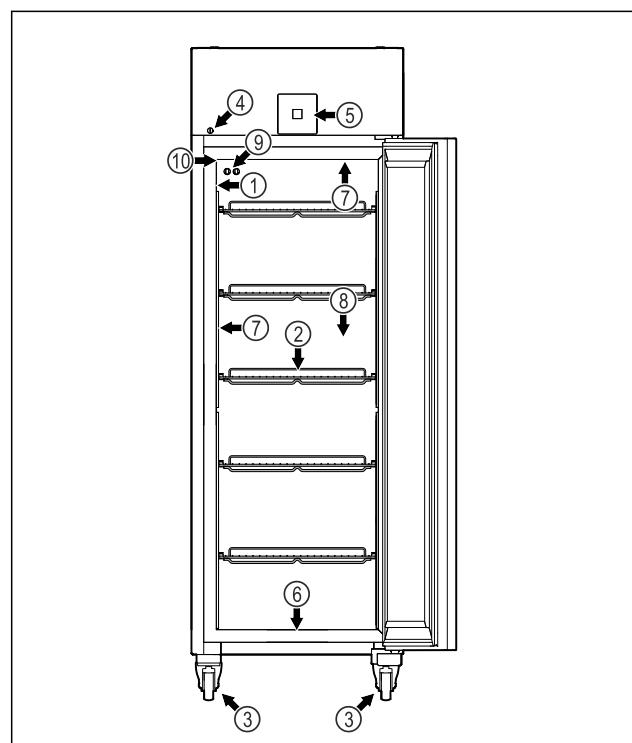

Fig. 1 Beispielhafte Darstellung
- Fig. 1 Bsp. praktische Darstellung